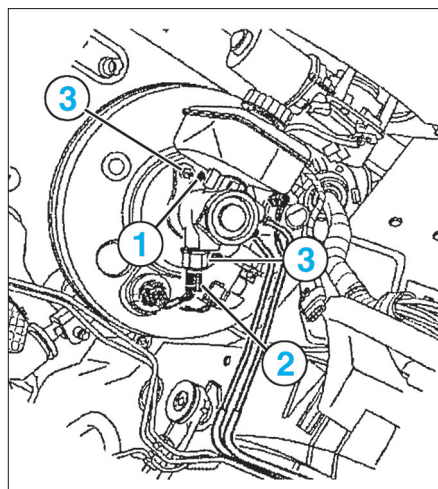

FIG. 18
- Débrancher le connecteur de niveau de liquide de frein et celui du capteur de pression (2) (fig. 18).
- À l'aide d'une seringue, aspirer le contenu du réservoir de compensation et après avoir déposé sa vis de fixation (1), l'extraire du maître-cylindre.